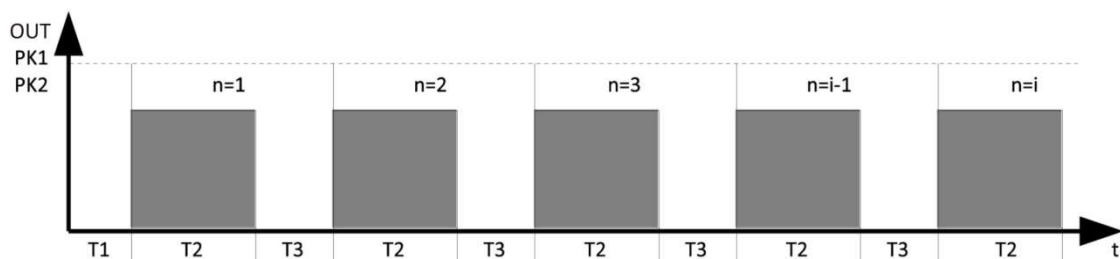

Fig. 6.7.1 Controlul timpului OUT, PK1 și PK2
- 1) Este posibil să se programeze orice număr de impulsuri de control cu timpii caracteristici T2 și T3 (fig. 6.7.1).